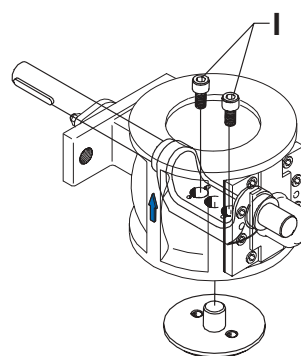

Fig 16
5. Lossa skruvarna (I) växelvis med hjälp av en insexnyckel (Fig. 16). Kontrollera att kulsegmentets sfäriska yta är oskadad. Ev. skador kan snabbt förstöra ett nytt säte. För ev. byte av kulsegment se avsnitt "Byte av kulsegment".
6. Minska anliggningsstrycket i packboxen genom att lossa muttrarna (J)
7. Demontera skruvarna (K), locket (L) samt packningen (M).
8. Demontera kilen (N).